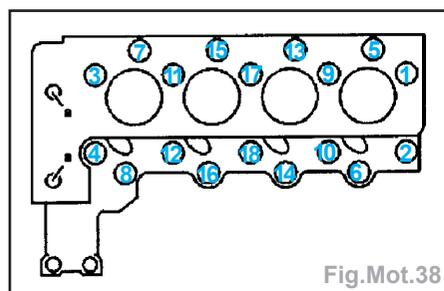

Fig.Mot.38
- Desserrer puis dévisser en plusieurs passes les vis de culasse (32, 33 et 34) (Fig.Mot.38).
- Déposer la culasse (30).